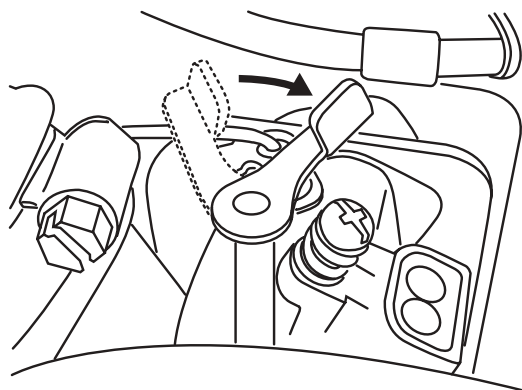

Рис. 5
2. Закройте воздушную заслонку карбюратора. Закрывайте заслонку полностью в условиях низких температур. Если температура наружного воздуха высокая или двигатель уже прогрет, держите заслонку в открытом положении или закройте ее наполовину. Если двигатель не запускается, приоткройте заслонку (рис. 5).